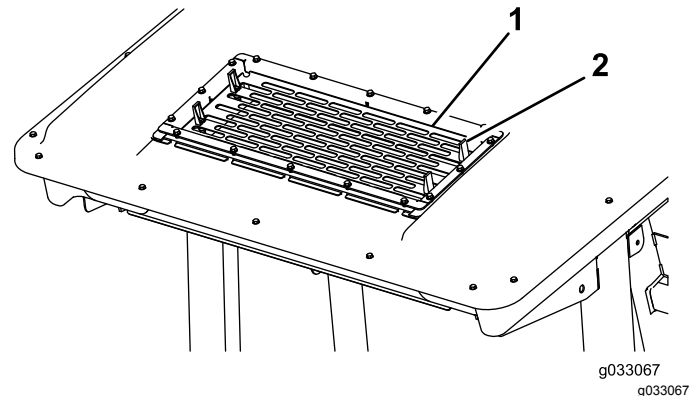

図 57
2. エアコン用スクリーンのタブ4個 **図 57**を外してスクリーンを取り外す。